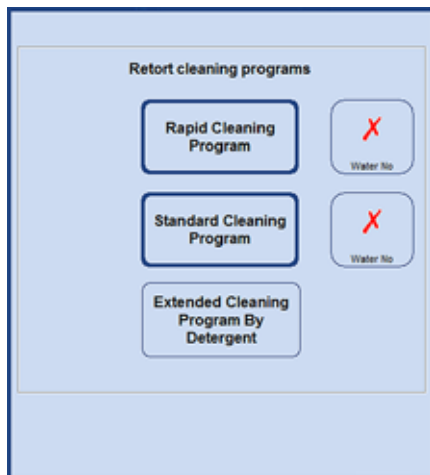

Fig. 220
- Para selecionar a etapa de enxágue, pressione os botões **WATER YES/NO** para que a marca de verificação verde apareça (Fig. 218/219). A etapa de enxágue é sempre a terceira etapa executada no programa de limpeza por isso ela não é executada em adição ao programa de limpeza mostrado na Fig. 220.